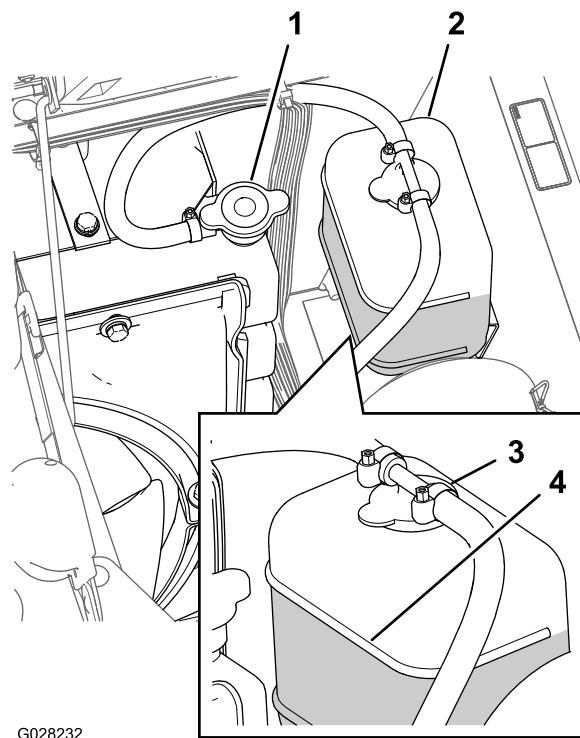

Figura 85
3. Rimuovete attentamente il tappo del radiatore e il tappo del vaso di espansione (Figura 85).
**Nota:** Il radiatore deve essere riempito fino all'orlo del collo del bocchettone e il vaso di espansione fino al segno di pieno (Full) (Figura 85).
5. Se il livello del radiatore è basso, rimuovete il tappo del vaso di espansione e il tappo del radiatore e riempite il vaso di espansione fino al segno di pieno e il radiatore fino alla parte superiore del collo del bocchettone (Figura 85).
6. Montate il tappo del radiatore e il tappo del vaso di espansione (Figura 85).
2. Quando il motore è freddo, togliete il tappo del radiatore (Figura 85).
6. Togliete il tappo del radiatore (Figura 85).
8. Avviate il motore con il tappo allentato sul radiatore (Figura 85).
10. Una volta riscaldato il refrigerante, rabboccate il livello del refrigerante alla superficie di tenuta del tappo e serrate il tappo (Figura 85).
11. Aprite il tappo del vaso di espansione e riempite il vaso con refrigerante fino al livello Freddo (Figura 85).